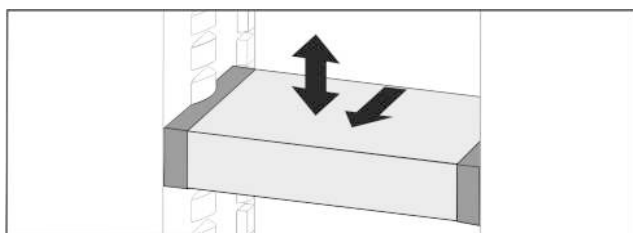

*Fig. 23*
- ▶ На любой высоте *Fig. 23 (1)* или *Fig. 23 (2)* вставить.